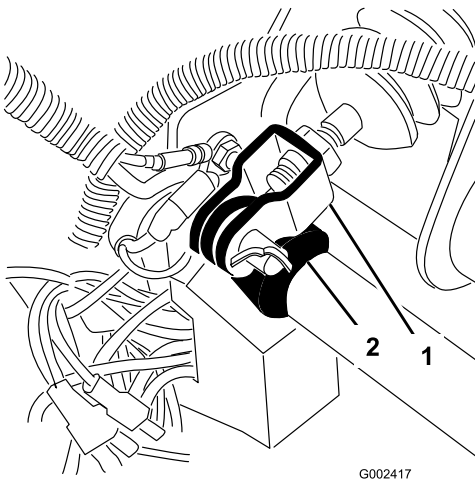

Рисунок 68
1. Снимите шплинт и штифт с головкой и отверстием под шплинт, которые крепят вилку главного тормозного цилиндра к оси педали тормоза (Рисунок 68).
3. Ослабьте контргайку крепления вилки к валу главного тормозного гидроцилиндра (Рисунок 68).